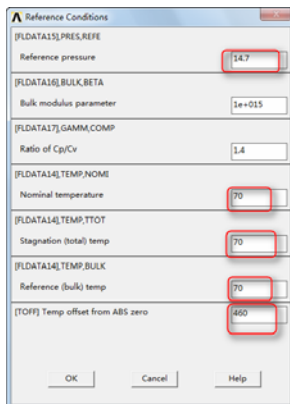
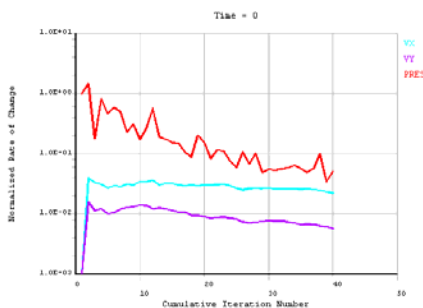

图 5-97 设置参数条件
图 5-98 迭代曲线
② 在“Steady State Control Settings”对话框中“EXEC Global iterations”后输入 40，如图 5-97 所示，单击“OK”按钮关闭此对话框。
① 依次选择 Main Menu→Solution→FLOTRAN Setup→Flow Environment→Ref Conditions, 会弹出“Reference Conditions”对话框, 如图 5-97 所示。
② 在“Reference Conditions”对话框中, “Reference pressure”中输入 14.7, “Nominal temperature”中输入 70, “Stagnation (total) temp”中输入 70, “Reference (bulk) temp”中输入 70, “Temp offset from ABS zero”中输入 460。单击“OK”按钮确认并关闭“Reference Conditions”对话框。
③ 依次选择 Main Menu→Solution→Run FLOTRAN, 求解完成后会弹出提示对话框, 单击“Close”关闭。迭代曲线如图 5-98 所示。